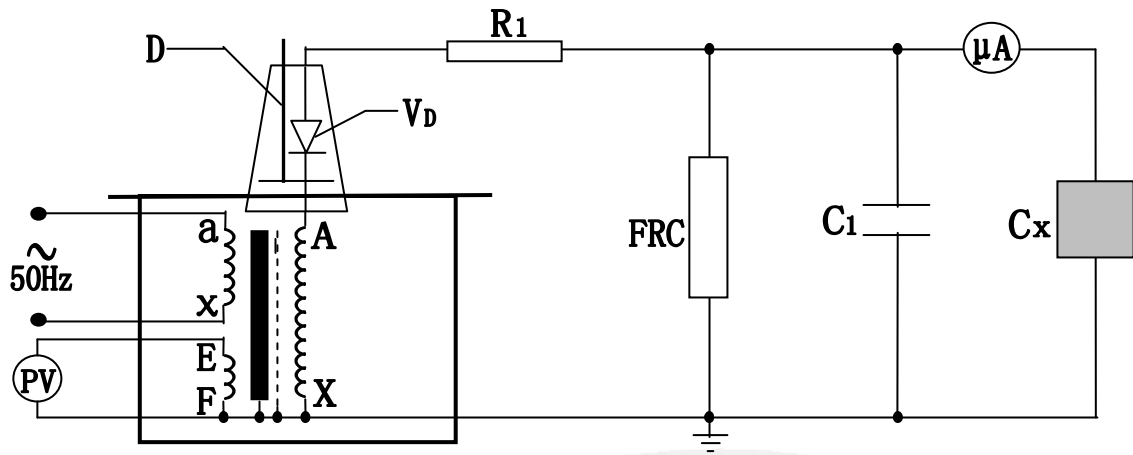

图 7：高压直流泄露试验接线图
5、YDJ-ADT 试验变压器在做被试品的直流耐压或泄露试验时接线原理图如图 7。
注：此试验应先抽出短路杆“D”，图 7 中所示。